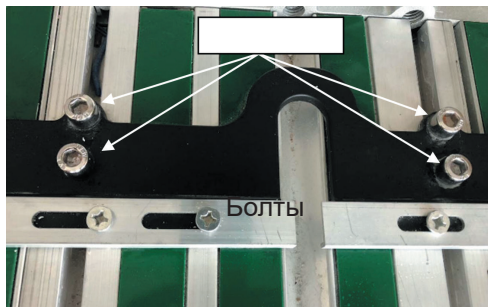

Рис.23
- Ослабьте болты фиксирующих торцевую планку (рис. 23).